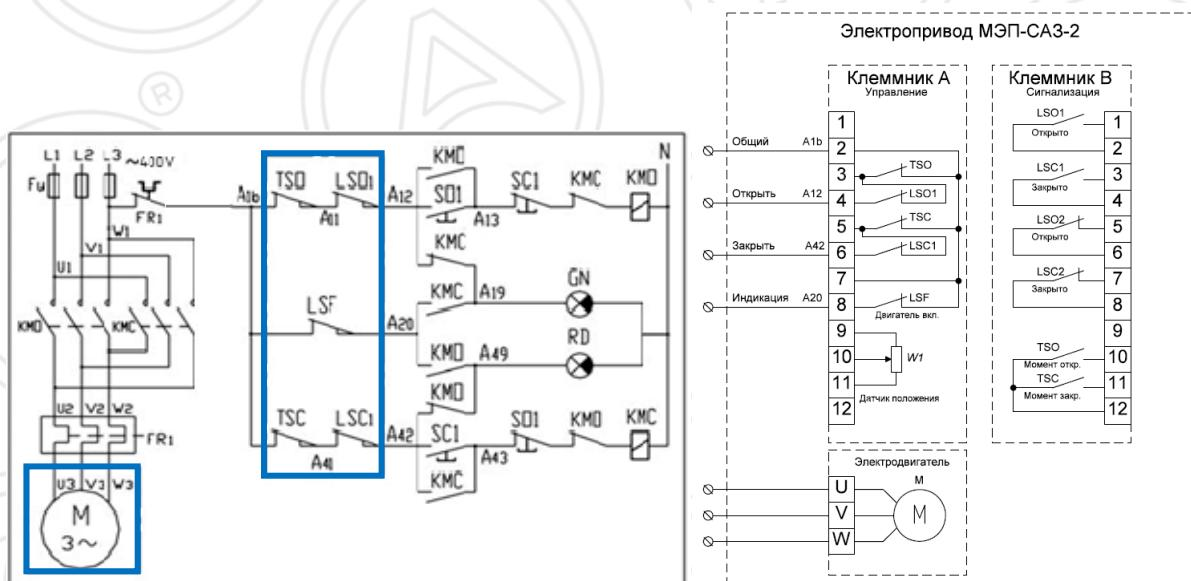

Рис. 6. – Электрическая схема управления
Для управления электроприводами применяется схема, приведенная на рис. 6.
Подключить электропривод к сети согласно схеме (рис. 6), предварительно установив затвор арматуры в среднее положение при помощи маховика ручного дублера.
При помощи тестера или визуально определить в каком состоянии находится микровыключатель LSC1 (рис. 6). Если микровыключатель LSC1 находится в состоянии «замкнуто», то необходимо вращать вал (3) по изображенной стрелке до момента переключения LSC1 в состояние «разомкнуто», в дальнейшем это будет отвечать за отключение питания магнитного пускателя закрытия и соответствовать настроенному конечному положению арматуры «закрыто».